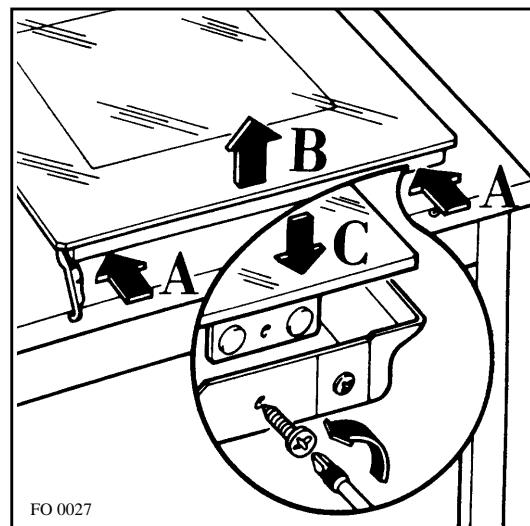

Fig. 7
- g) svitate le viti indicate nella fig. 7 (lettera A);